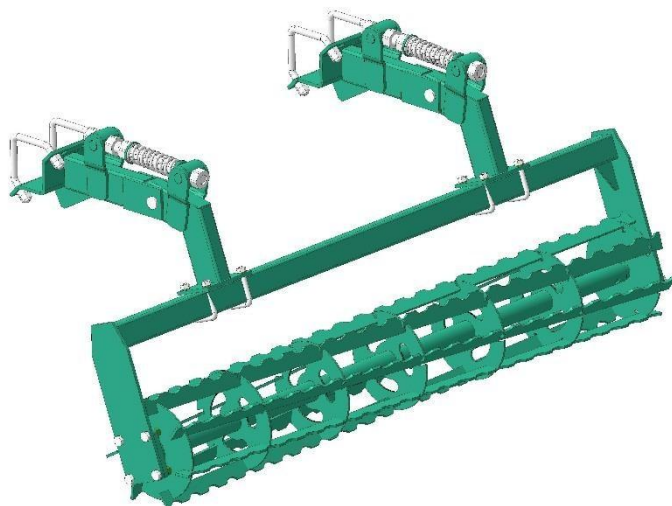

Рисунок 6 – Приставка катковая однорядная
- приставка катковая однорядная (рис.6);